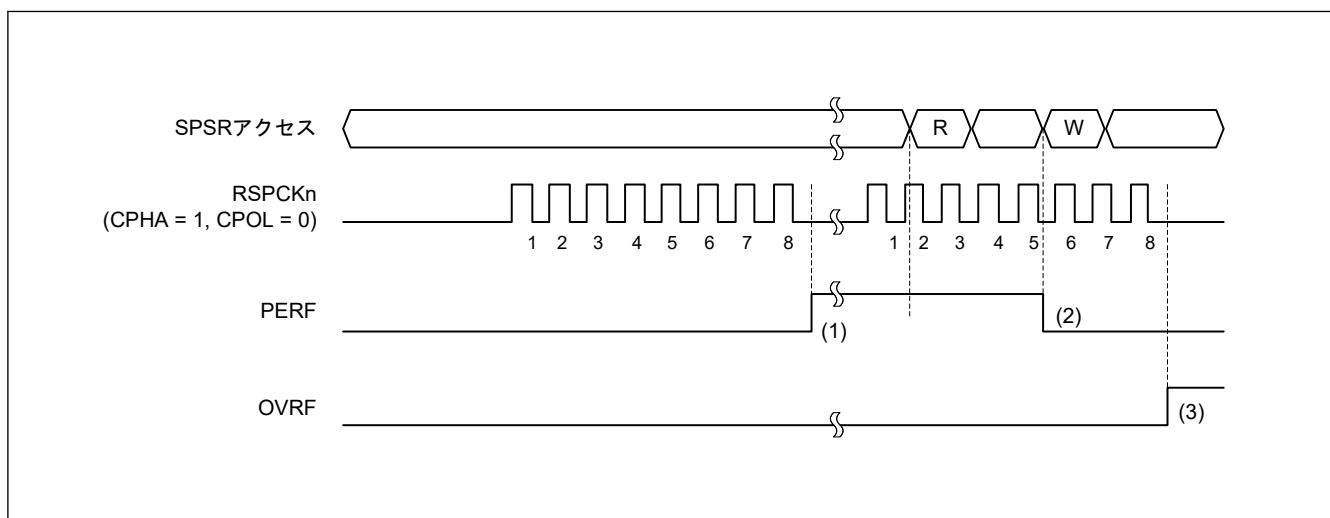

図 32.42 OVRF フラグおよび PERF フラグの動作例
図 32.42 に OVRF フラグと PERF フラグの動作例を示します。図 32.42 に記載の SPSR アクセスは、SPSR レジスタへのアクセス条件を示します。W は書き込みサイクル、R は読み出しサイクルを示します。この例では、SPCR2.SPPE ビットが 1 の状態で全二重シリアル通信を行います。SPCMDm.CPHA ビットが 1、SPCMDm.CPOL ビットが 0 の設定で、SPI が 8 ビットのシリアル転送を実行しています。RSPCKn 波形の下に記載した数字は RSPCK サイクル数 (= 転送ビット数) を示しています。
以下に、図 32.42 の (1)~(3) に示したタイミングでのフラグの動作内容を説明します。